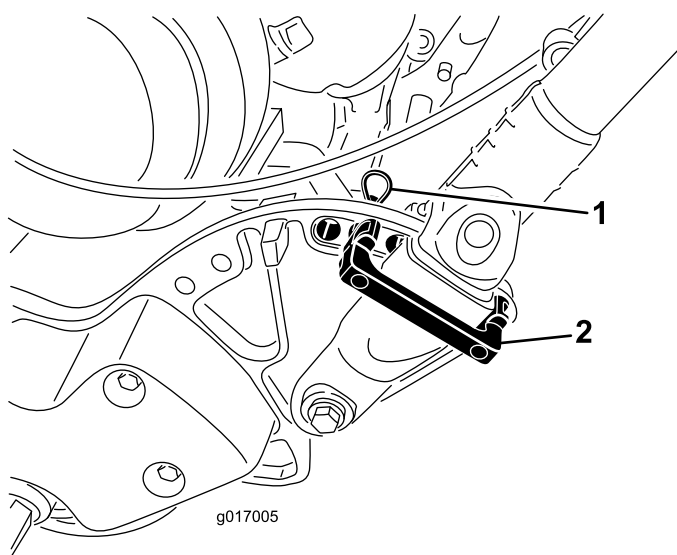

Figura 6
1. Mentre sostenete la stegola, rimuovete le fascette per cavi che fissano i morsetti della stegola alle piastre laterali (Figura 6).
2. Ruotate la stegola nella posizione di funzionamento desiderata, inserite un fermo della stegola sul relativo morsetto e nei fori corrispondenti nella piastra laterale (Figura 6).
3. Mantenete il morsetto in posizione con la coppiglia a forcina (Figura 6).